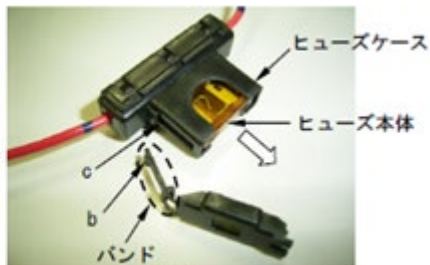

図2
- ②ヒューズ本体をつまんで、ヒューズを矢印の方向に引き抜いてください。(図2)
- ①バンド b 部 (ツメ) をヒューズケース c に挿入してください。(図2)